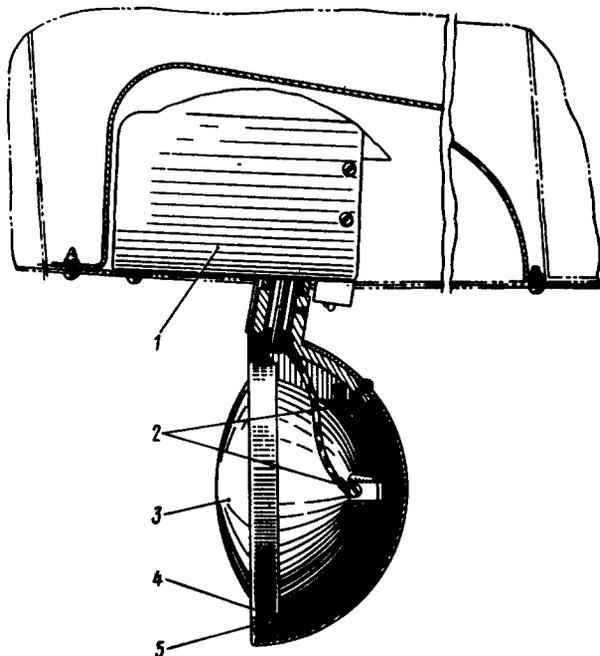

Рис. 128. Лампы-фары в посадочно-поисковой фаре ФПП-7:
1. Отвернуть три винта 5 (рис. 128), крепящие прижимное кольцо 4.
1. Подсоединить провода 2 (см. рис. 128) к лампе-фаре 3.